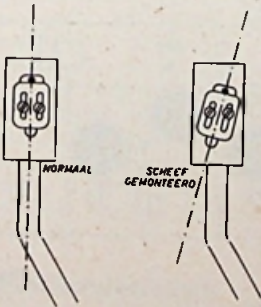

Fig. 3
b) Het element onder een hoek in het kapsel monteren. Dit vergroot effectief de kophoek (fig. 3).